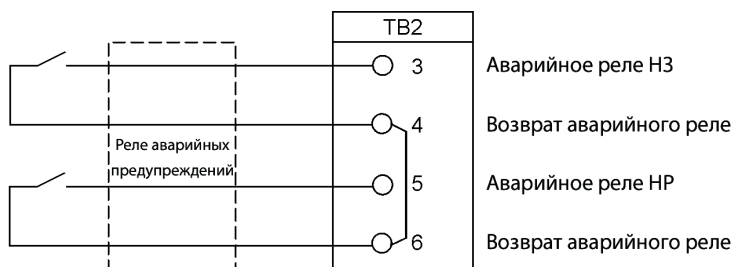

Рис. 4-7. Типовое подключение аварийного реле
10. Расположение соответствующих клемм, а также требования по проводке и ее подключению см. в Разд. 3.2.3 на стр. 24, Табл. 4-1 на стр. 44, и Рис. 4-7 - Рис. 4-10..